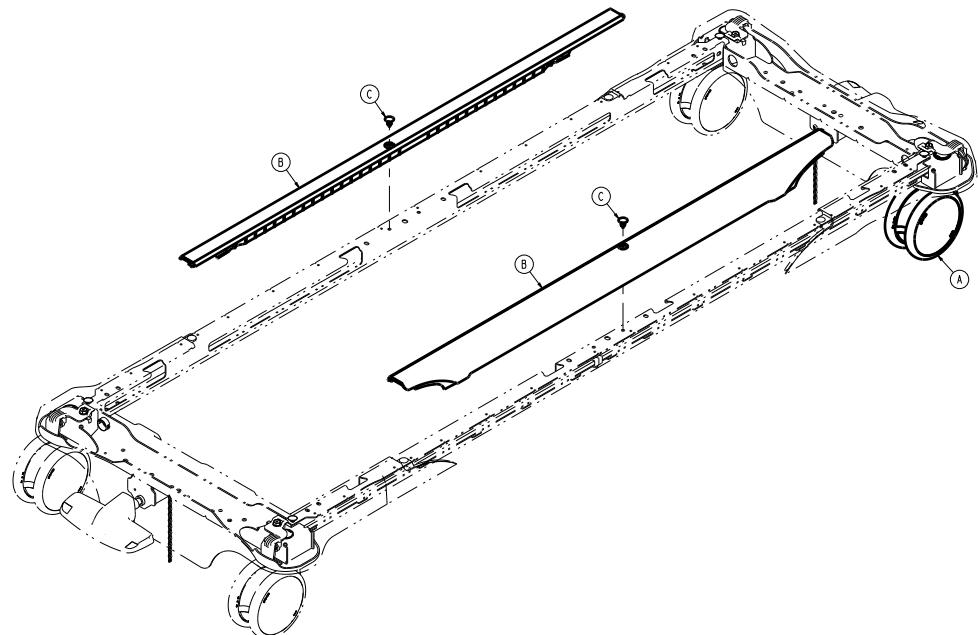

Figure 13 – Retrait des couvercles
5. À l'aide d'un tournevis à fente et d'une pince coupante diagonale, retirer les dispositifs de retenue (C) des couvercles de la base centrale gauche et droite (B) (Figure 13). Jeter les dispositifs de retenue. Retirer les couvercles.